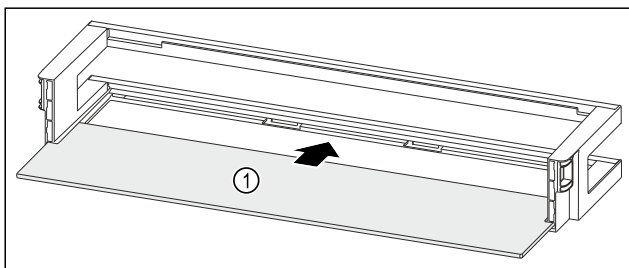

Fig. 230 Лотки на дверцятах з полицю
- ▶ Всуньте полицю Fig. 230 (1) в бокові пази.